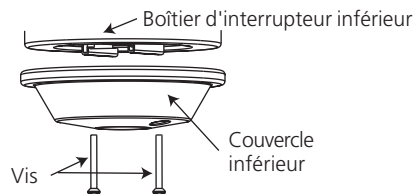

Figure 8f - Installation du couvercle inférieur sans kit d'éclairage
2. Placez le couvercle inférieur (sans kit d'éclairage) sur le boîtier d'interrupteur inférieur. Alignez les trous dans le couvercle avec ceux dans le boîtier d'interrupteur inférieur. Installez deux vis n° 6-32 x 1-1/4 (32 mm). Référez-vous à la figure 8f.